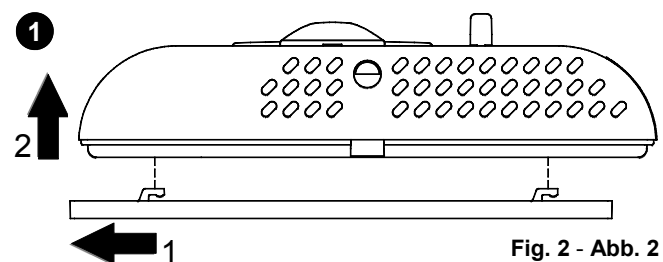

Fig. 2 - Abb. 2
- 1 Décrocher la plaque fixée sur la base du thermostat en la poussant vers la gauche et en décrochant ainsi les ergots indiqués sur la Fig. 2.
- Lösen Sie den Raumthermostat von der Wandhalterung, wie in Abb.2 dargestellt.